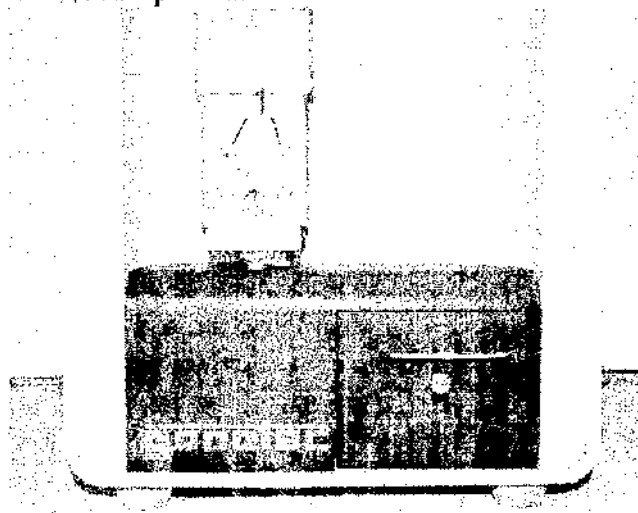

Рис. 86: Выкручивание крепежных винтов
21. 2 крепежными винтами прикрутить к подъемнику его крышку (рис. 86/1).